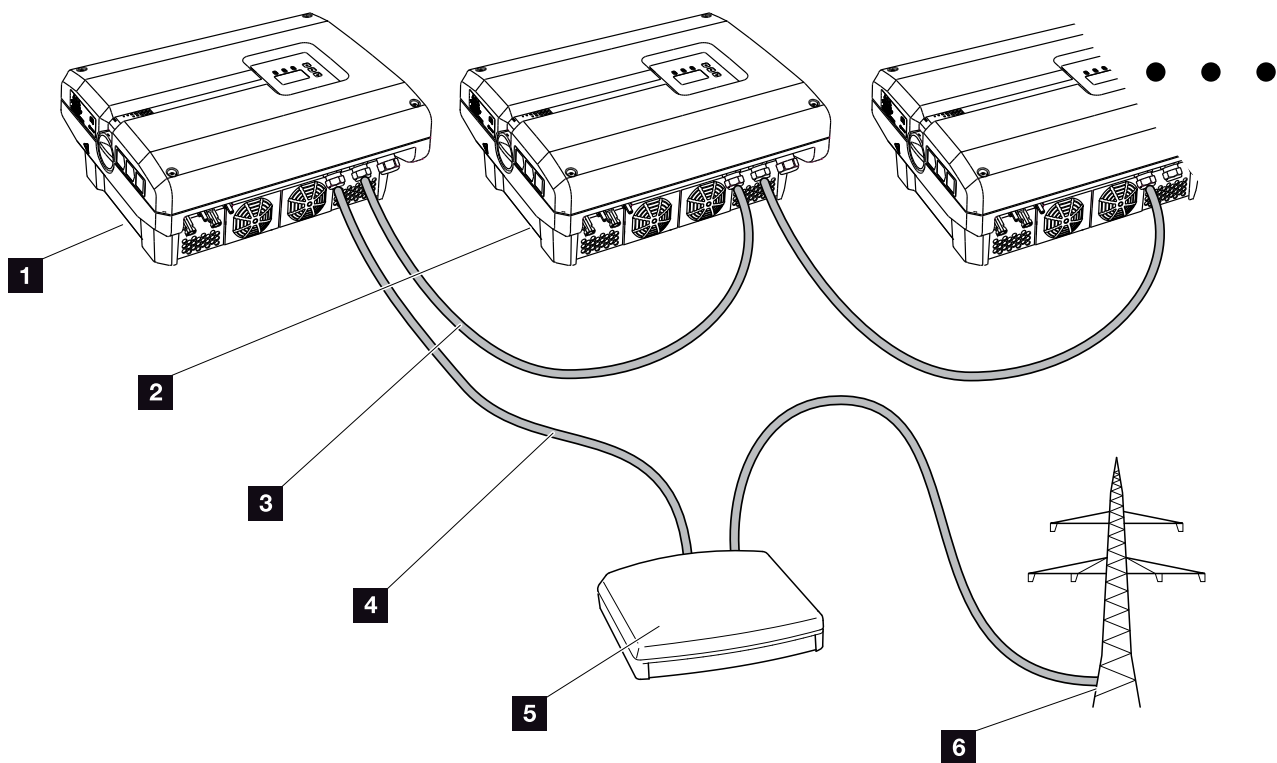

Fig. 51: Konfiguration fjernovervågningsmodtager med flere vekselstrømsomformere (ethernet-forbindelse)
🔌 Fig. 51
3. Tilslut fjernovervågningsmodtageren ved Master-vekselstrømsomformeren 🔌 Fig. 51 pos. 1 ved tilslutningsklemmen analoginterface (10-polet).
Fjernovervågningsmodtageren må kun tilsluttes ved Master-vekselstrømsomformeren. 🔌 Fig. 51